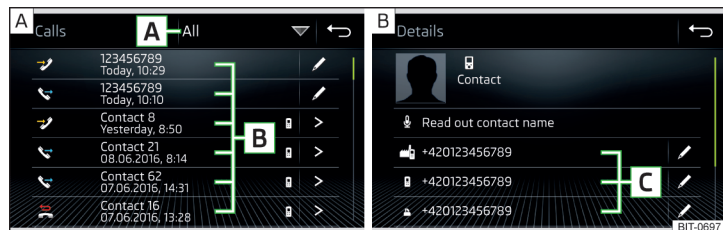

Fig. 214 Lista de llamadas / Detalle del contacto
- En el menú principal *Teléfono* pulse la superficie funcional , se muestra una lista de llamadas » fig. 214 - **A**.
- > Visualización del detalle del contacto » fig. 214 - **B**